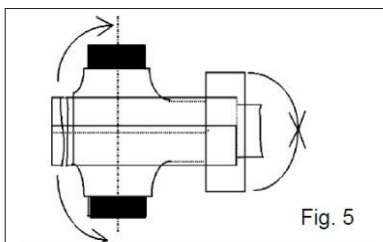

Fig. 5
Vom Isolierband zwei Streifen von je 8 cm und einen von 5 cm schneiden. Das Isolierband ist während des Aufbringens, um ca. 50% zu dehnen. Die zwei 8 cm Streifen parallel überlappend, um Hohlleiter und Erdungsableitung auf die Dichtungsmasse aufbringen. Mit dem 5 cm Streifen die Kante der Dichtungsmasse rund um die Erdungsableitung überlappend abdecken, Fig 5.
Cut from the bonding tape (4) two strips of each 8 cm and one strip of 5 cm, stretch the tape approx. 50% as you wrap. Wrap the two 8 cm strips in a parallel overlapping fashion over the compound on waveguide and earthing outlet, Fig. 5. Wrap now the 5 cm strip overlapping onto the compound edge, around the earthing outlet, Fig. 5.